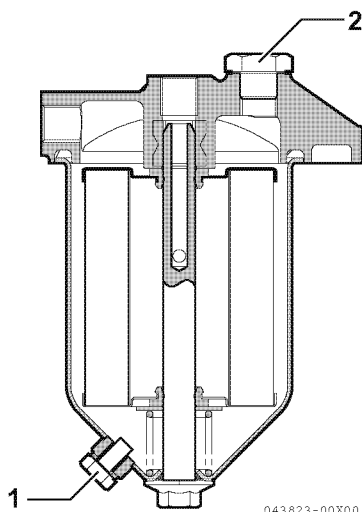

Figure 10
2. Desserrez le bouchon de purge (**Figure 10, (1)**) du séparateur d'eau et purgez l'eau et les impuretés qui se trouvent à l'intérieur. Débarrassez-vous de l'eau et des saletés récupérées comme il convient.
3. Après la purge, serrez la vis de purge d'air (**Figure 10, (2)**).